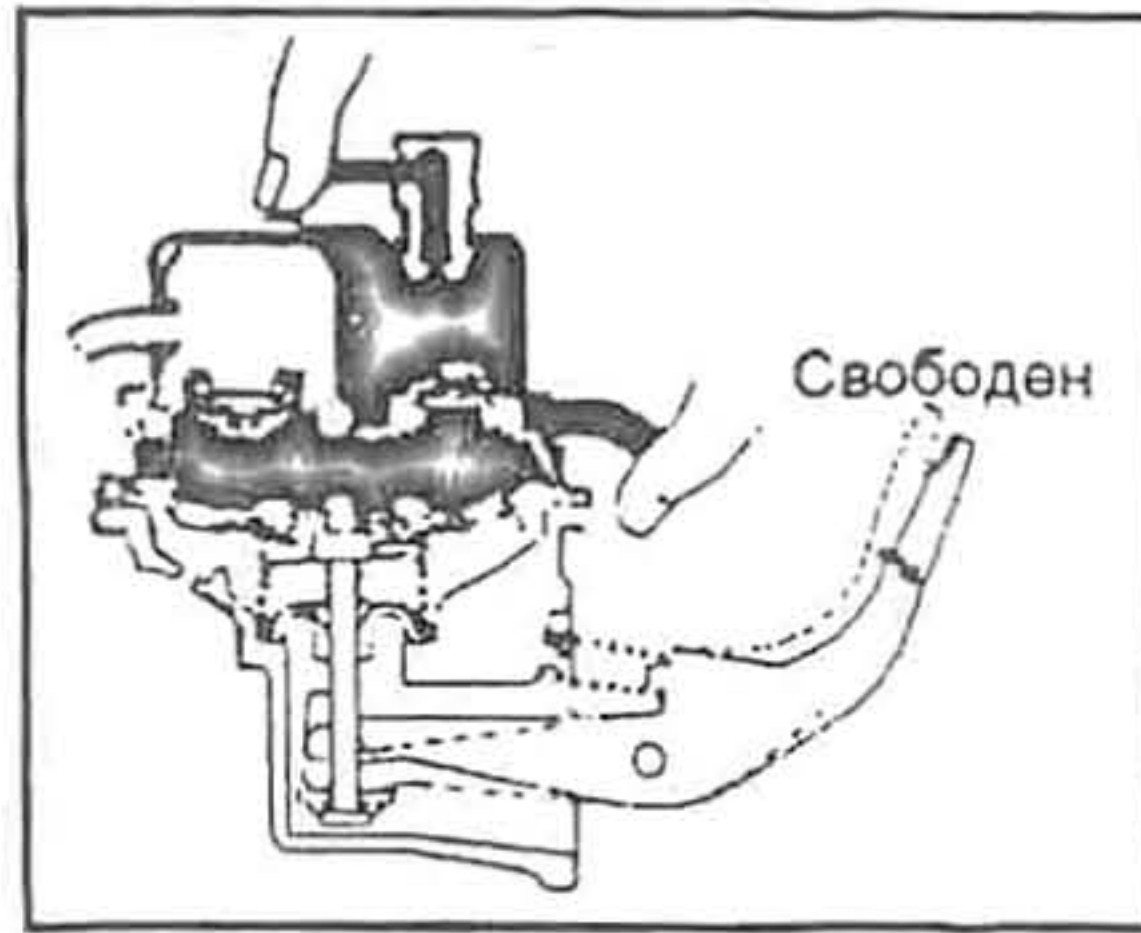

Рис. 146
- для проверки входного клапана закройте пальцами выходную и возвратную трубки (рис. 146): ручка подкачки должна иметь свободный ход и перемещаться без напряжения;